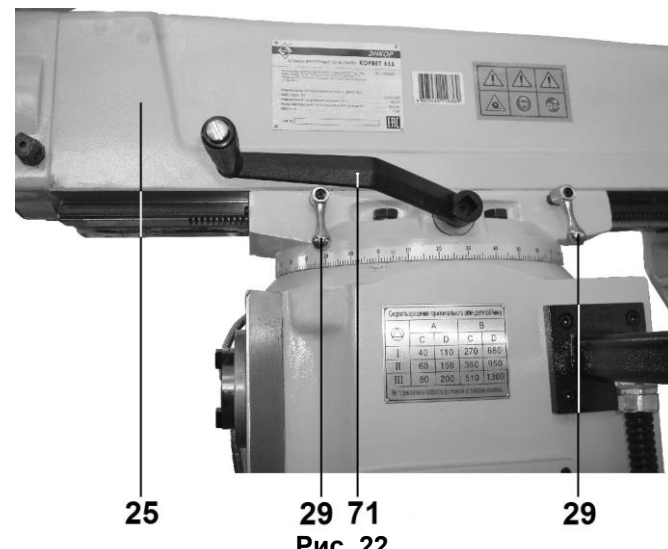

Рис. 22
9.8.3. При вращении ключа (71) против часовой стрелки хобот (25) перемещается в левую сторону (в направлении рабочего стола) (Рис. 22), а при вращении по часовой стрелке – в правую (от рабочего стола).
- ручками зажимных болтов (29) (Рис.22) ослабить фиксированное положение хобота (25) на колонне (38);
- установить ключ (71) в шестигранный вал (24) для перемещения хобота (25), выдвуть хобот (25) и ручками зажимных болтов (29) зафиксировать в крайнем положении;
- в сквозное отверстие шпинделя (47) вставить шпильку горизонтального шпинделя (Д) «короткий шомпол»;
- в конус шпинделя (47), ориентируясь на замок, установить оправку (Б) или (В). Вкручивая шомпол (Д) в резьбовой хвостовик, надёжно закрепить установленную оправку (100);
- на оправке (100) установить фрезу (не комплектуется), при установке фрезы не забывайте устанавливать шпонку;
- установить и зафиксировать гайкой (78) серьгу (26) в положении, когда шлифованная втулка оправки (100) полностью находится в бронзовой втулке (39).